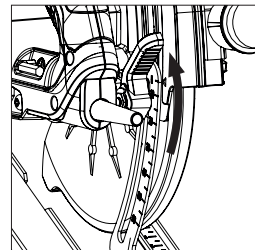

Fig. 10
- Allentare il meccanismo di bloccaggio della profondità di taglio tirando verso l'alto la leva di funzionamento. (**Fig. 10**)